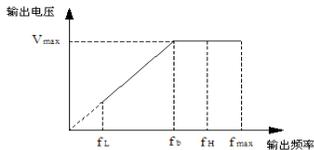

图 F0-1 电压与频率示意图
最大输出频率是变频器允许输出的最高频率, 是加减速时间设定的基准, 如下图所示的  $f_{max}$ ; 基本运行频率是变频器输出最高电压时对应的最小频率, 一般是电机的额定频率, 如下图所示的  $f_b$ ; 最大输出电压  $V_{max}$  是变频器输出基本运行频率时, 对应的输出电压, 一般是电机的额定电压; 如下图所示的  $V_{max}$ ;  $f_H$ 、 $f_L$  分别定义为上限频率和下限频率, 如图 F0-1 所示:
4. 最大输出频率、上限频率、下限频率的关系如上图 F0-1 所示, 设置时请注意大小顺序。